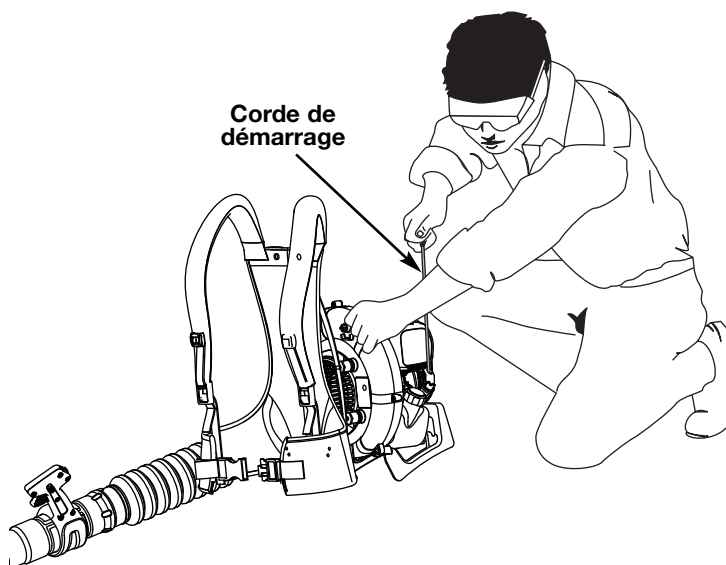

Fig. 16
**AVERTISSEMENT :** éviter le démarrage accidentel. Se tenir en position de démarrage pour lancer le moteur (Fig. 16). Lors du démarrage, l'opérateur et l'outil doivent être en position d'équilibre afin d'éviter le risque de blessures graves. Afin d'éviter de graves blessures et éviter d'endommager l'appareil, s'assurer que les tubes de soufflage sont bien en place avant d'utiliser l'appareil.
5. S'accroupir dans la position de démarrage et tirer le cordon du démarreur de 10 cm, puis tirer 4 fois rapidement sur le cordon dans un mouvement homogène (Fig. 16).
6. Mettre le levier d'étranglement en **position 2** (Fig. 16) et laisser tourner le moteur de 5 à 10 secondes.
7. Mettre le levier d'étranglement en **position 3** (Fig. 16). L'appareil est prêt à être utilisé.